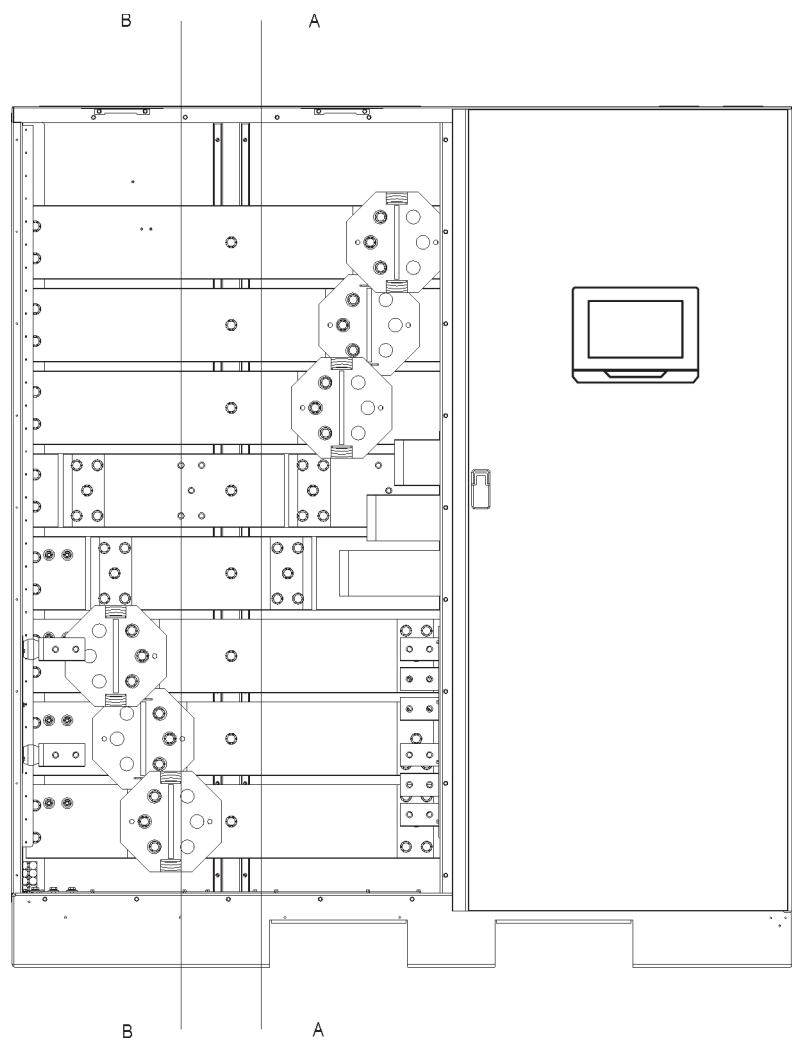

Рис. 4-17. Расположение клемм питания секции ИБП - раздельный аккумулятор
5. Используя крепежный комплект для подключения внешней проводки, подключите положительные, отрицательные и заземляющие соединения силовой проводки постоянного тока из аккумуляторной системы или разъединителя к клеммам аккумулятора и заземления секции ISBM ИБП. Используйте один набор клемм для каждого UPM, как показано на Рис. 4-17. См. Разд.3.2.2 на стр. 23 для получения информации о требованияниях к проводке и подключению.